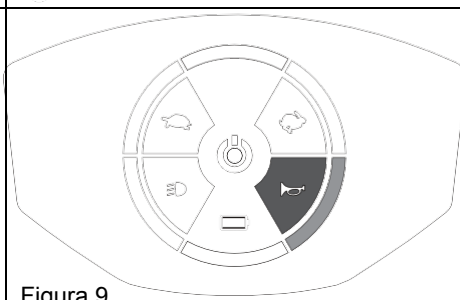

Figura 9
- Premere il pulsante dell'avvisatore acustico per emettere un suono. Il suono dell'avvisatore acustico e la relativa spia dureranno fino a quando si rilascia il pulsante. (Figura 9)